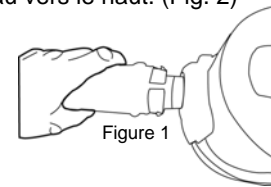

Figure 1
1. Insérez le boyau souple dans l'entrée d'air. Poussez-le jusqu'à ce que vous entendiez un « clic » vous indiquant qu'il est verrouillé en position. (Fig. 1)